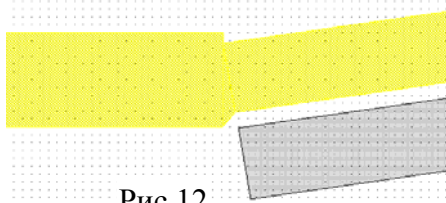

Рис.12
5. Выделите в крупном масштабе соединение входного проводника с проводником связи первого резонатора. Нажмите клавишу Shift, поочерёдно щёлкните по входному проводнику, проводнику связи и по соединяющему их полигону, чтобы выделить их (рис.12).